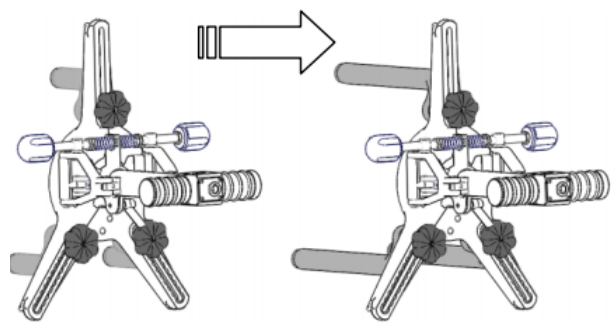

Рис.2
- Для этого необходимо отвернуть зажимные винты со звездчатой головкой на лапах-фиксаторах и заменить магнитную ножку длиной 100 мм на другую размером 265 мм или 315 мм (стандарт AXIS200/500), которые также входят в комплект поставки (Рис. 2)